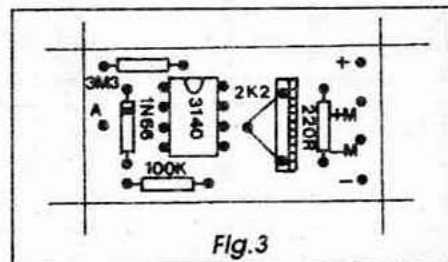

Fig.3
- FIG. 3 - CHAPEADO DA MONTAGEM - O lado não cobreado da placa também é simples, com a colocação dos poucos componentes claramente estilizada na figura, nos moldes e padrões gráficos adotados por APE desde a fundação da Revista... Os componentes estão diagramados pelas suas aparências e/ou símbolos, incluindo dados essenciais como: valores, polaridades, códigos, etc. Não há o que errar...! É só prestar atenção, realizando a inserção e a soldagem passo-a-passo, sem pressa... Dois dos componentes são polarizados (o integrado e o diodo), devendo o caro leitor/hobbysta notar que o CA3140 e o 1N66 (ou diodo equivalente...) devem, ambos, serem posicionados com as respectivas extremidades marcadas voltadas para o lugar ocupado pelo resistor de 3M3... Quanto aos resistores, cuidado para não trocar seus locais de acomodação, em função dos respectivos valores... quem ainda (ainda...?) tiver dúvidas, deve recorrer ao TABELÃO APE, buscando lá o socorro para a correta interpretação do CÓDIGO DE CORES que permite a leitura dos valores dos ditos componentes... No mais, a inserção e soldagem não apresenta o menor problema... Ainda assim, uma conferência final deve ser feita nessa fase, verificando-se valores, códigos e posições das peças, bem como o estado dos pontos de solda (isto pela face cobreada do impresso...). O leitor/hobbysta/iniciante notará que existem alguns pontos perifé-